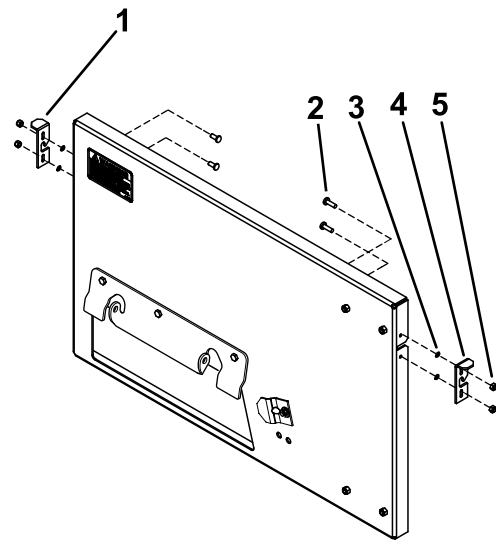

Figure 4
- 4. Montez les verrous de chaque côté du panneau arrière à l'aide de 4 vis cruciformes, 4 rondelles frein et 4 contre-écrous (n° 10) (Figure 4).